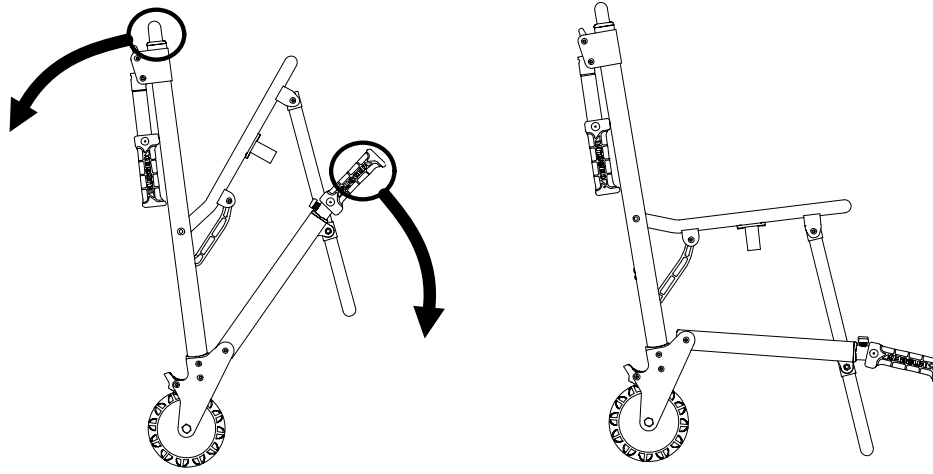

Figura 3 – Despliegue de la silla
3. Separe el respaldo y el mango de extensión (Figura 3).